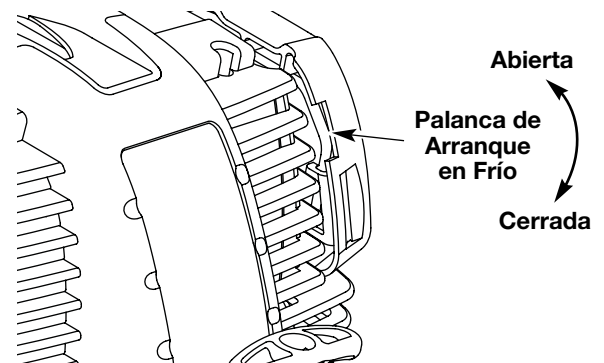

Fig. 12
**SI FRIO...** Para condiciones de clima frío (inferior a 4°C/ 40°F), regrese la Palanca de Arranque en Frío a la posición abierta/arriba (Fig. 12).